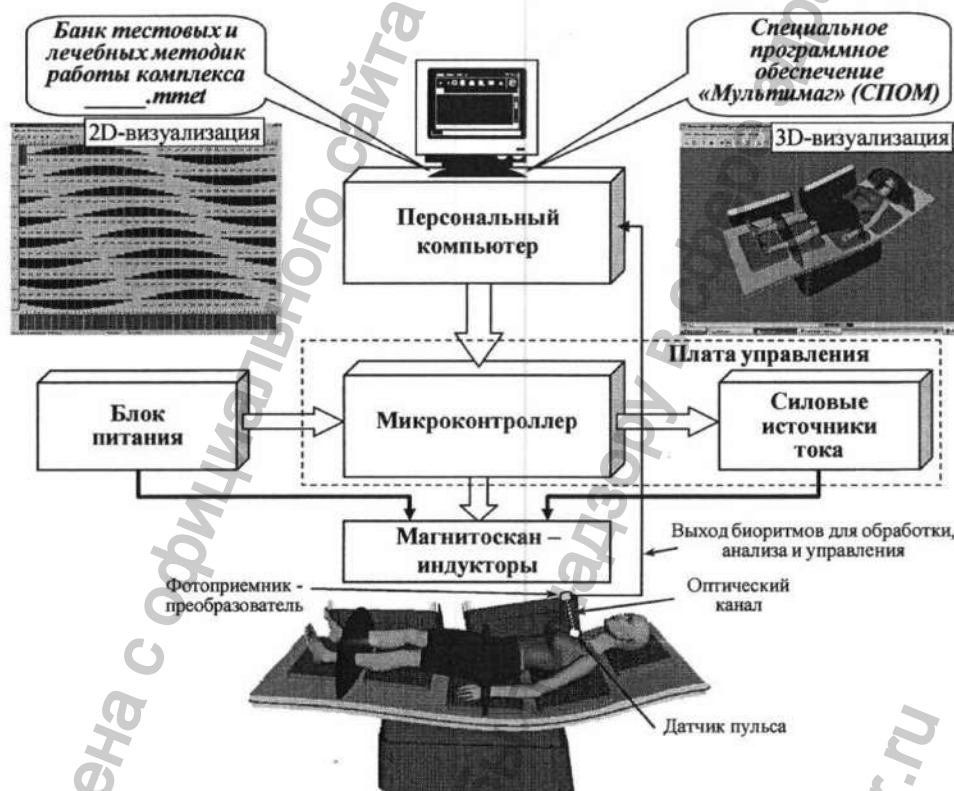

Рис. 3. Структурная схема комплекса «Мультимаг-М»
1.5 Структурная схема комплекса (рис. 3)